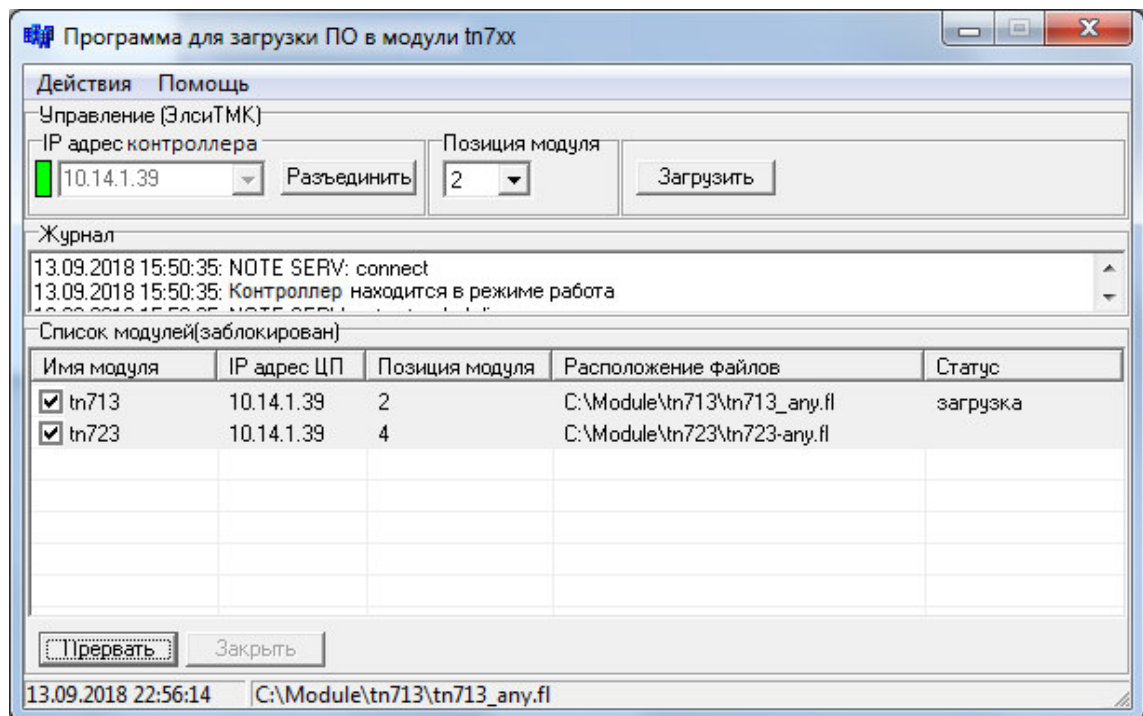

Рисунок 3.9 - Сервисная программа *loader_tn7xx.exe*. Процесс загрузки ПО в модуль
- Для старта загрузки ПО в модули нажать кнопку «Старт». Процесс загрузки прописывается в столбце *Статус* (рисунок 3.9).